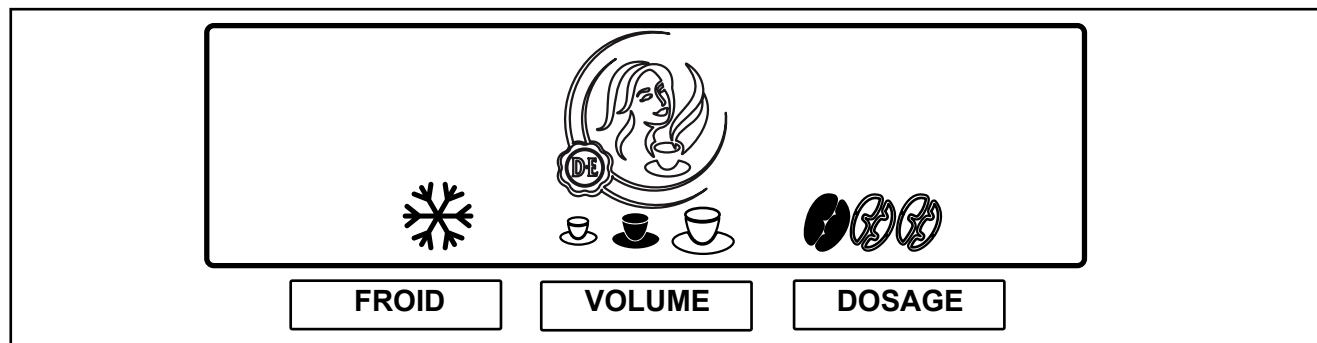

Fig. 16
2. Appuyez sur la touche de présélection **DOSAGE** pour activer ce choix. L'affichage affiche trois grains de café. (Fig. 16)